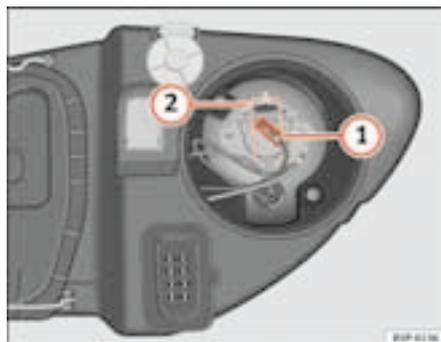

Fig. 164 Luz de carretera
- Extraiga el conector ⇒ fig. 164 ① de la lámpara.
- Presione el resorte ⇒ fig. 164 ② hacia dentro y hacia la derecha.